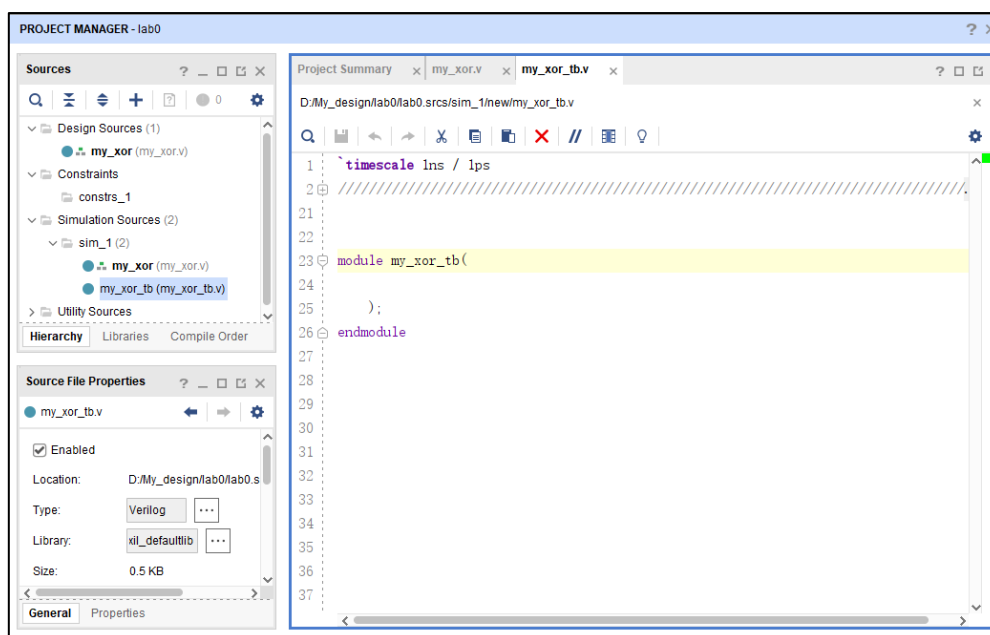

图 0.18 仿真测试文件输入输出端口定义页面
(2)、在 Sources 窗口的 Simulation Sources 菜单的 sim_1 下，将显示新建的仿真测试文件 my_xor_tb.v。双击 my_xor_tb.v，则在工作区输入仿真测试代码，如图 0.18 所示。